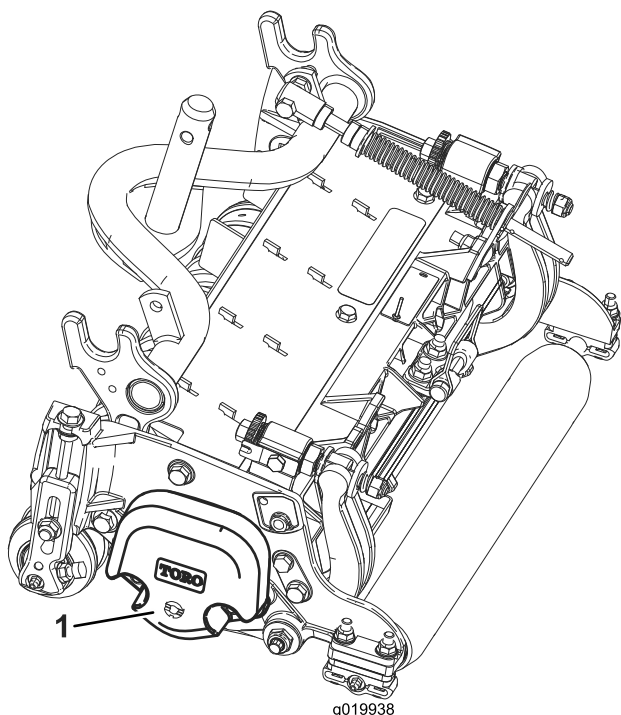

Figura 3
5. Asegúrese de que el contrapeso (Figura 3) está instalado en el extremo correcto de la unidad de corte, según lo indicado en el *Manual del operador de la unidad de corte*.